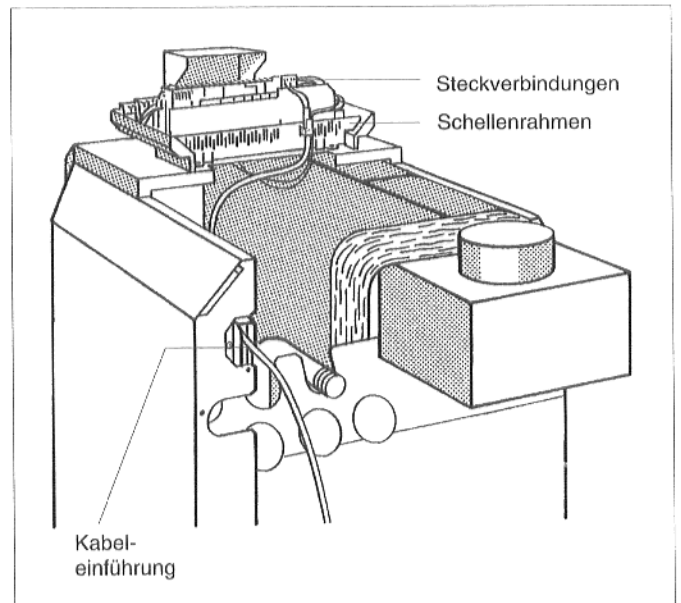
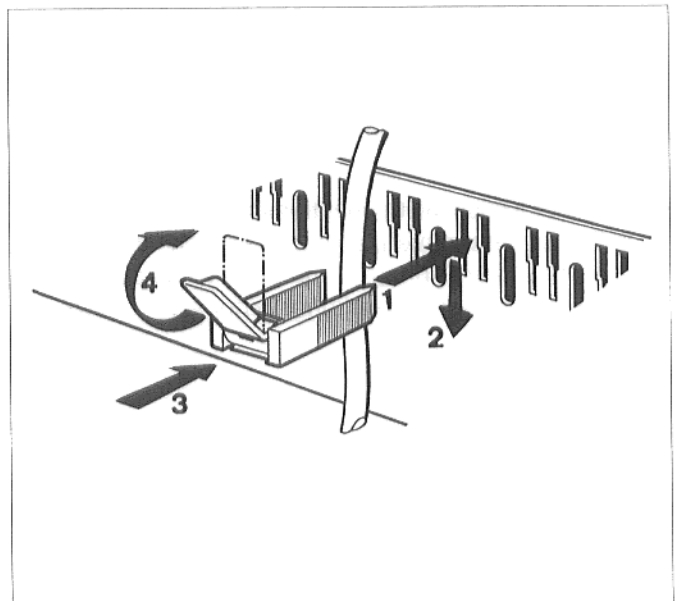

Abb. 18: Kabelführung und Steckverbindungen
Abb. 19: Leitung mit Kabelschelle sichern
- Bauseitige elektrische Anschlußleitungen von hinten durch die Kabeleinführung zum Regelgerät führen (Abb. 18).
- Bauseitige elektrische Anschlüsse nach Schaltplan an den Steckverbindungen des Regelgeräts herstellen (Abb. 18).
- Alle Leitungen mit Kabelschellen sichern: Kabelschelle mit eingelegter Leitung von oben in die Schlitz des Schellenrahmens (Abb. 18) einsetzen; der Steg des Hebels muß dabei nach oben zeigen. Kabelschelle herunterschieben und gegendrücken. Hebel nach oben umlegen (Abb. 19).